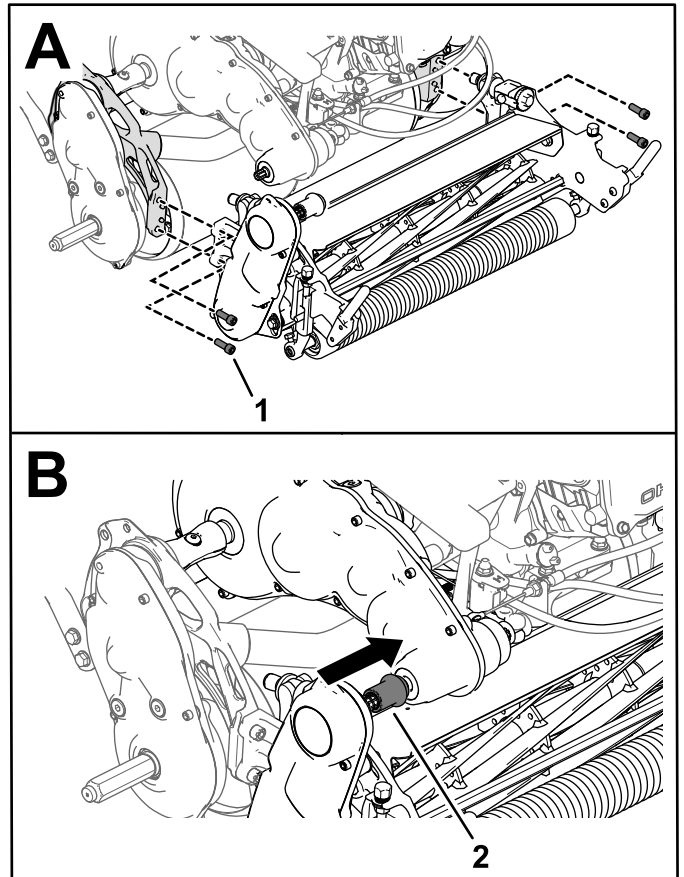

Figura 46
3. Usate le 4 viti a esagono incassato per fissare l'apparato di taglio al telaio (Figura 46).
4. Fate scorrere il giunto di azionamento dell'apparato di taglio sull'albero di trasmissione della trasmissione (Figura 46).